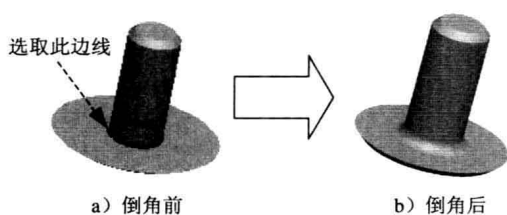

图 1.8 创建圆角特征 1
(2) 选择边倒角方案。本例选取方案。
(3) 设置倒角尺寸。在操控板的倒角尺寸文本框中输入距离值 2.0,并按回车键。
(4) 在操控板中单击按钮,完成倒角特征的构建。
Step5. 创建图 1.8 所示的圆角特征 1, 圆角半径值为 3.0。